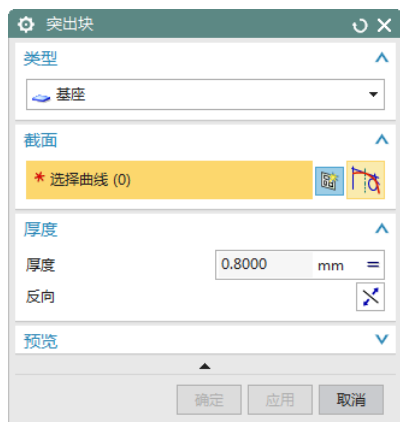
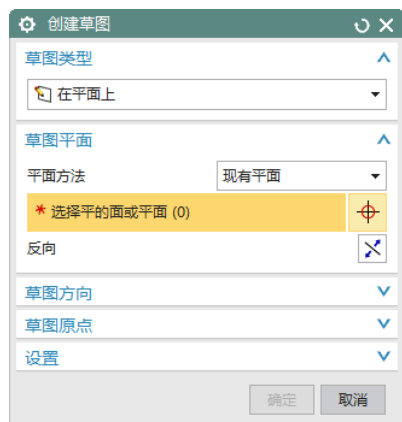

图 4-15 “突出块”对话框
图 4-16 “创建草图”对话框
(1) 选择“菜单(M)”→“插入(S)”→“突出块(B)”，或者单击“主页”选项卡“基本”面组上“突出块”按钮，打开如图 4-15 所示的“突出块”对话框。
(2) 在如图 4-15 所示对话框中的“类型”下拉列表框中选择“基座”，单击“绘制截面”按钮，打开如图 4-16 所示的“创建草图”对话框。
(5) 在如图 4-15 所示对话框中单击“< 确定 >”按钮，创建突出块特征，如图 4-19 所示。
(2) 在如图 4-20 所示对话框中，单击“绘制截面”按钮，打开如图 4-16 所示的“创建草图”对话框。